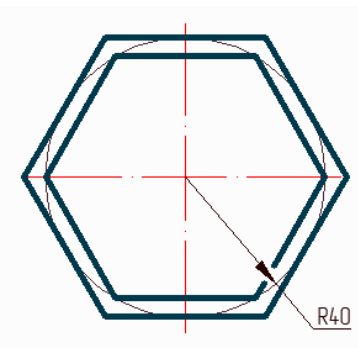

Рисунок 2.7 – Фрагмент №3
2.3.2 Побудова кола (рис. 2.7): обрати  *Circle* (*Круг*), ввести координати центру кола **100,70** ↵ та радіуса кола **40** ↵.